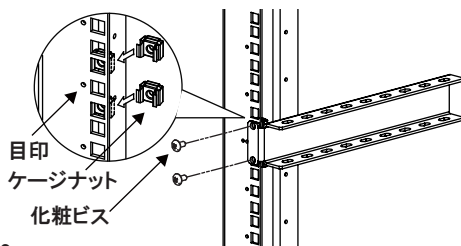

図2
■取り付けた固定金具に固定棚を差込み任意の位置で付属M4ビスにて固定します。(図2)